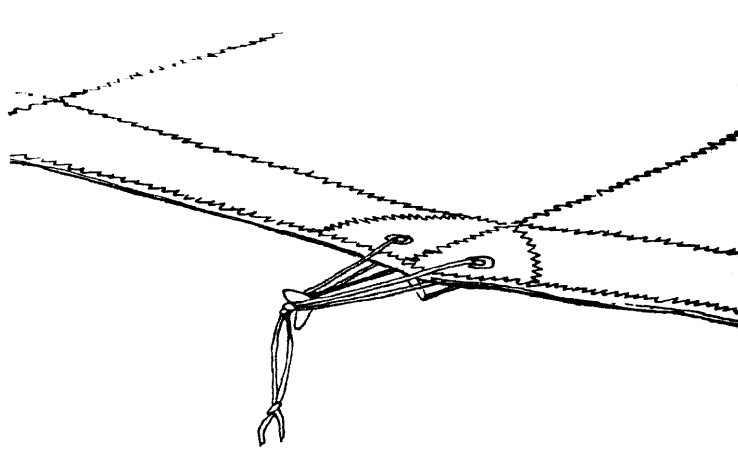

Рис.15
2.2.10. Зафиксируйте конец каждой латы с помощью веревочной петли: накиньте ее на пластиковый хвостик латы, натяните и получившуюся вторую петлю также накиньте на хвостик. (Рис.15). Усилия при натяжении второй петли должно быть значительным. Во время фиксации лат проследите, чтобы между веревочными петлями не попали троса АПУ.